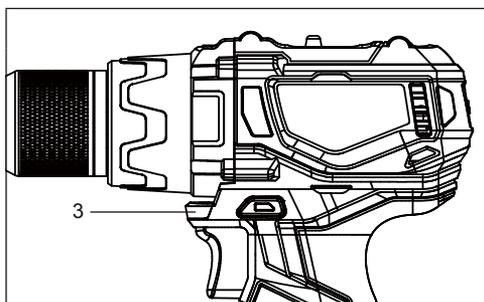

FIG. 8
La lampe de travail à DEL (3) s'allume automatiquement lorsque la gâchette est comprimée (figure 8). Elle s'éteint automatiquement lorsque la gâchette est relâchée.